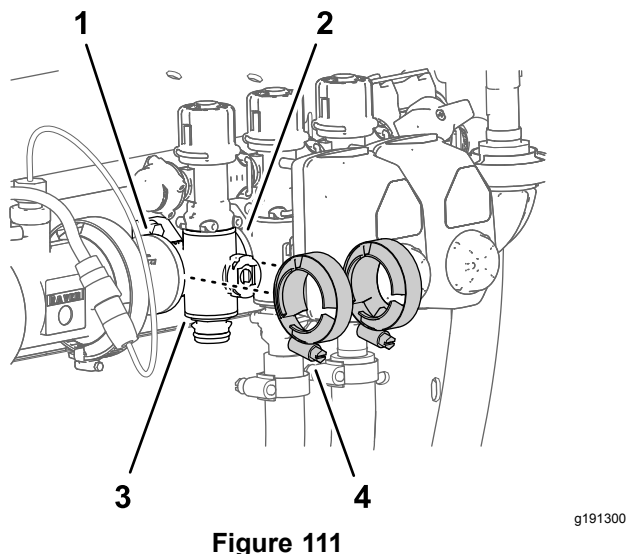

Figure 111
- Retirez les 2 colliers bride qui fixent la vanne de collecteur de section aux brides des composants adjacents (Figure 111).